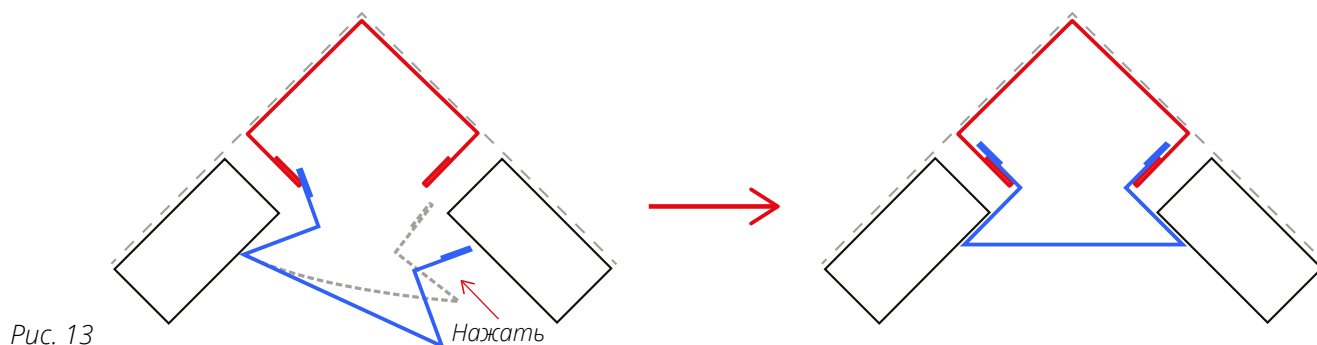

Рис. 13
- После монтажа панелей зафиксируйте Планку угла внутреннего верхнюю **3** на нижней по аналогии с внешним углом (рис. 13). Отличие в том, что отгибы верхних частей Внутреннего угла вставляются вовнутрь отгибов нижней планки, а не снаружи, как на Внешнем угле.